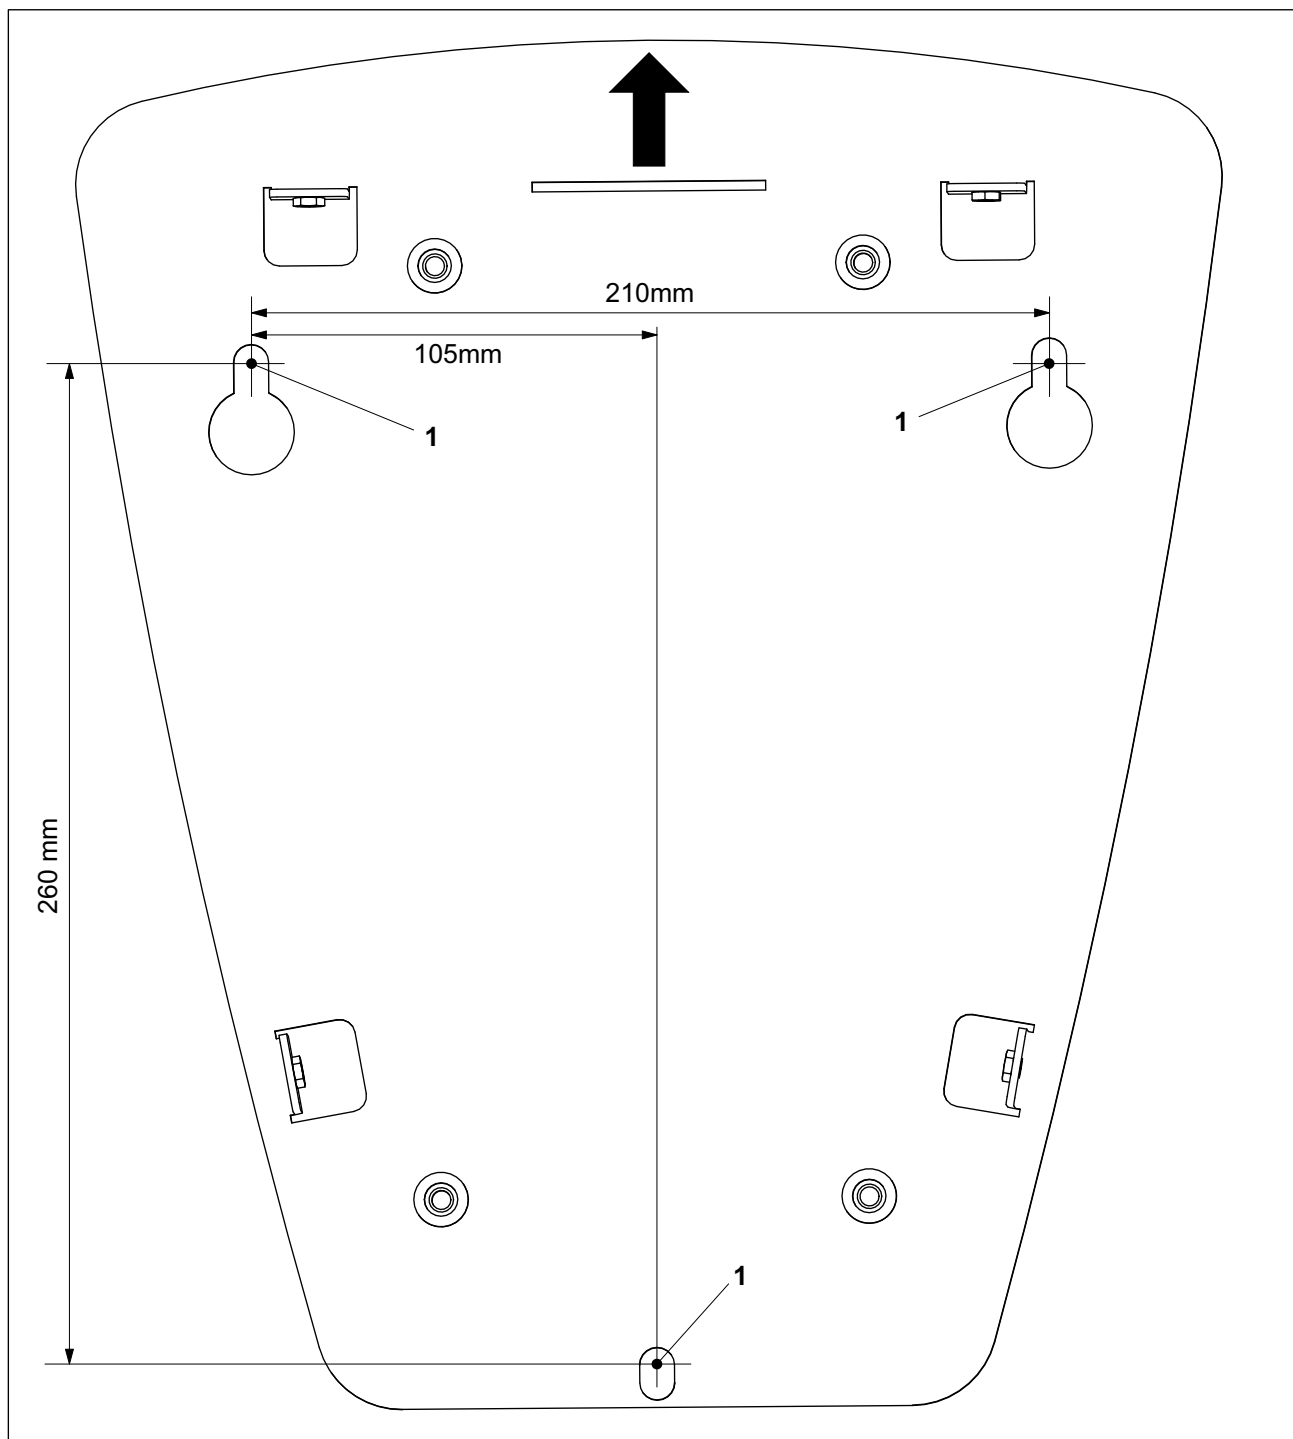

Fig. 1 Plano de taladrado de Wallbox Home Eco
1. Marcar los tres orificios de fijación (fig. 1/1) conforme al plano de taladrado.